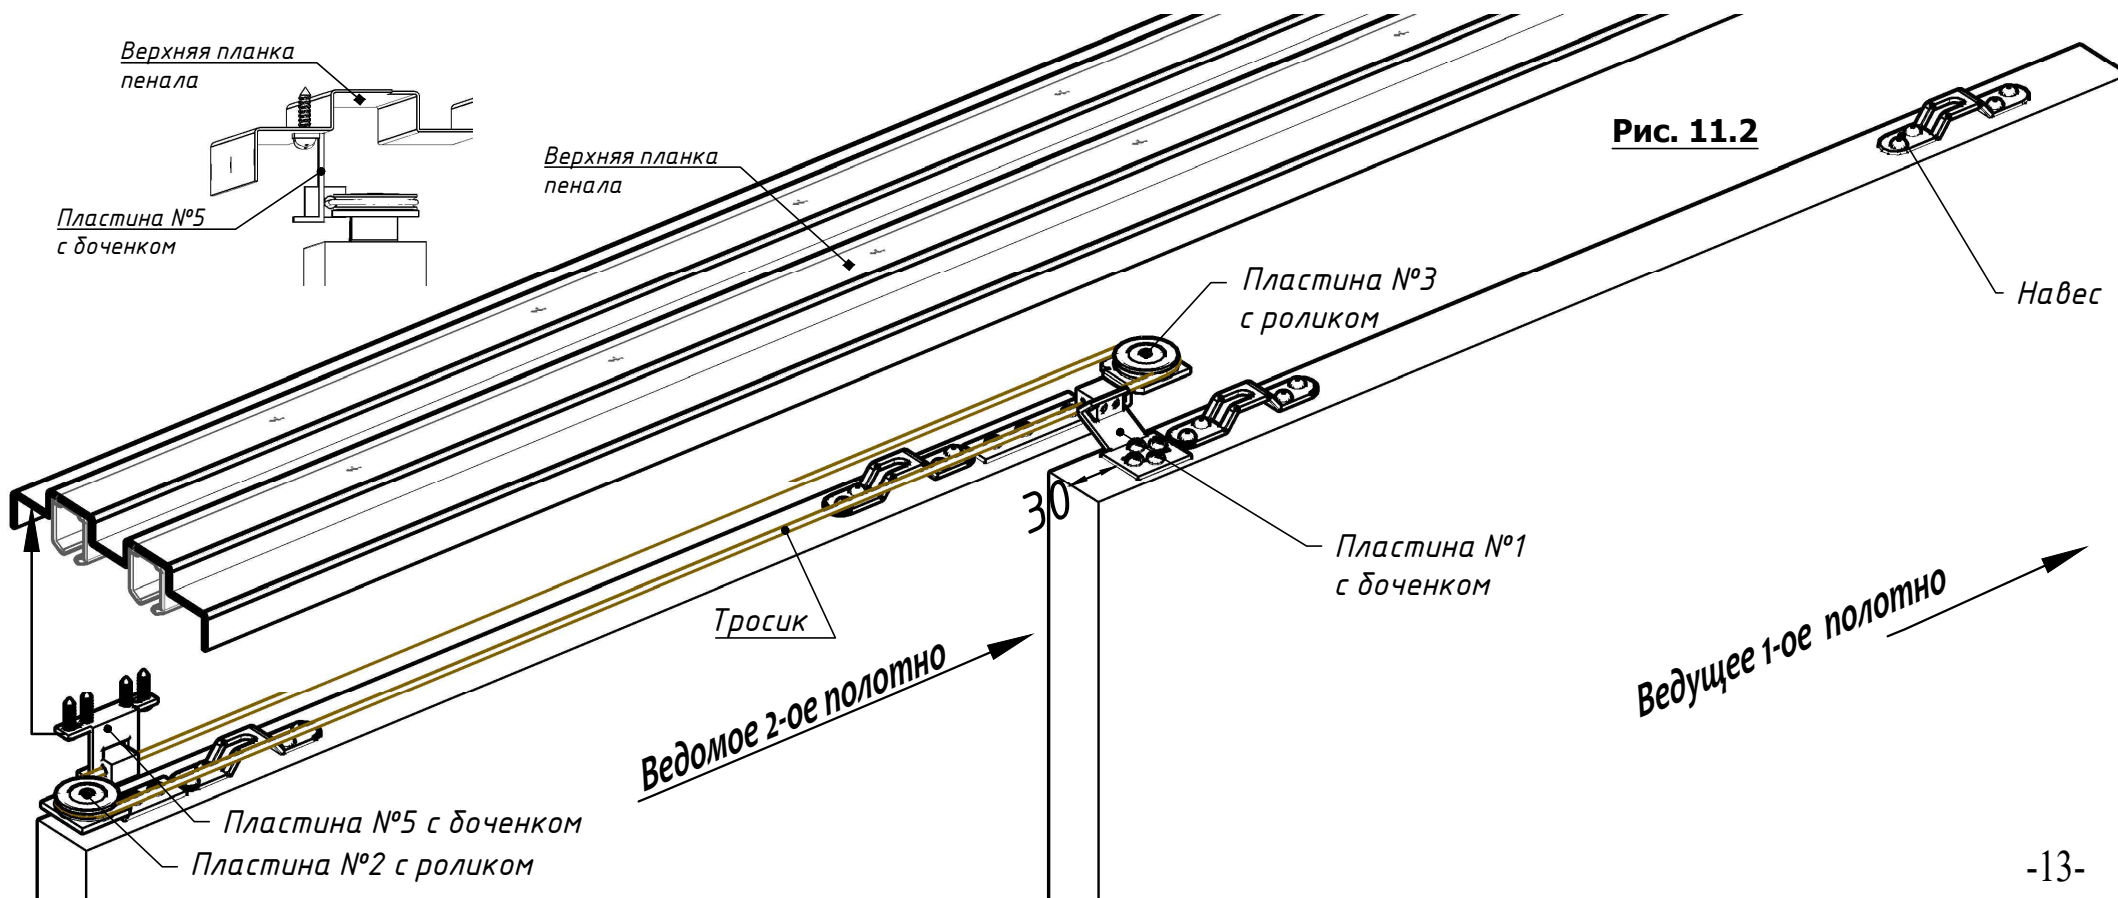

Рис. 11.2
- 13.8. Потянуть ведущее полотно и установить оба полотна в проеме в положении "закрыто" (см. рис.11.2)